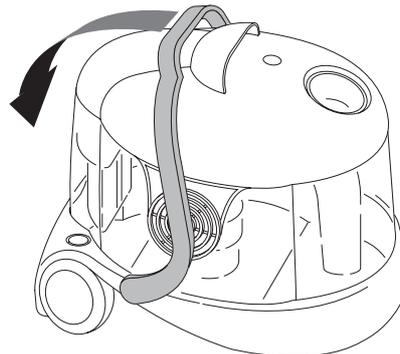

fig. 1
- Abaisser complètement la poignée de blocage de l'unité Q (fig. 1).